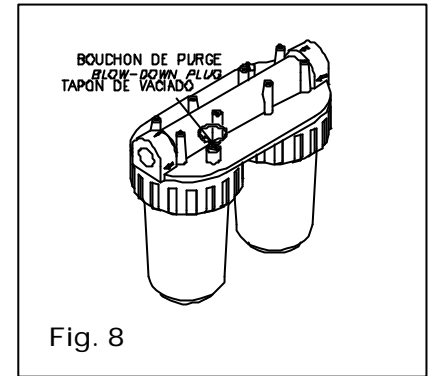

Fig. 8
- Ouvrir à fond la vanne de pression (12) la tournant dans le sens inverse à celui des aiguilles d'une montre.
- Mettre la vanne d'entrée (2) en position alimentation eau de mer.
- Purger le circuit en ouvrant la vanne de coque (V0). Pour faciliter la purge du circuit, ouvrir la vanne de nettoyage (13). Vérifier que l'eau de mer parvient au filtre. Dans le cas contraire vérifier la tuyauterie d'alimentation et supprimer les fuites et pièges à air. Ouvrir la vis de purge du filtre (Fig 8), pour le remplir complètement. Si l'opération ne se réalise pas correctement, vérifier la tuyauterie d'alimentation et supprimer les fuites et pièges à air.
- Appuyer sur le bouton de Marche (30) (vert).